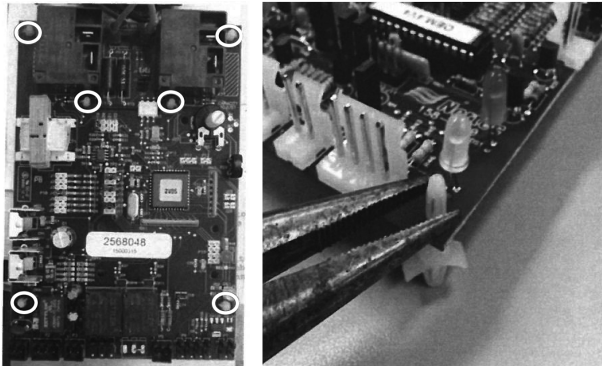

Fig. 3.
2. Retirez la carte de circuit imprimé. Les douilles se retirent en en pinçant les côtés avec une pince à bec effilé, comme illustré sur la Fig. 3.